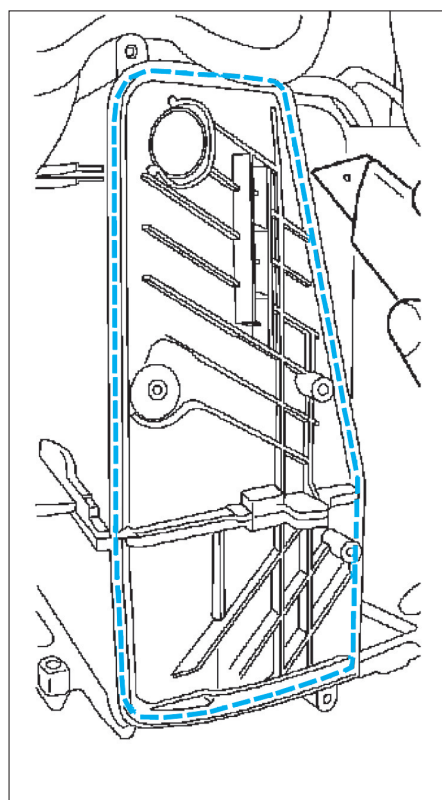

FIG. 18
- Couper le bloc de chauffage à l'endroit indiqué (fig. 18).